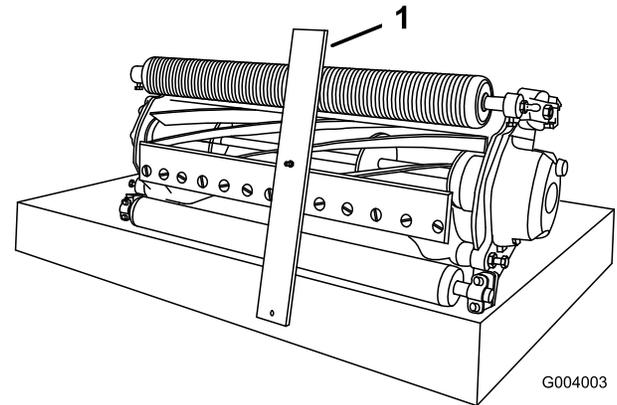

Bild 10
3. Haken Sie den Schraubenkopf an die Schnittkante des Untermessers ein, und stützen Sie das hintere Ende der Leiste auf der hinteren Rolle ab (Bild 10).